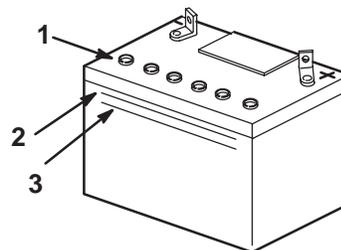

Figure 16
2. Observez le côté de la batterie. Le niveau de l'électrolyte doit atteindre le trait supérieur (Fig. 16). Ne laissez pas l'électrolyte descendre en dessous du trait inférieur (Fig. 16).
3. Enlevez les bouchons d'aération de la batterie (Fig. 16).
4. Versez de l'eau distillée avec précaution dans chaque élément jusqu'au repère Supérieur (Fig. 16) sur le côté de la batterie.
5. Attendez cinq à dix minutes après avoir rempli les éléments. Ajoutez de l'eau distillée au besoin, pour amener le niveau au repère supérieur (Fig. 16) sur le côté de la batterie.